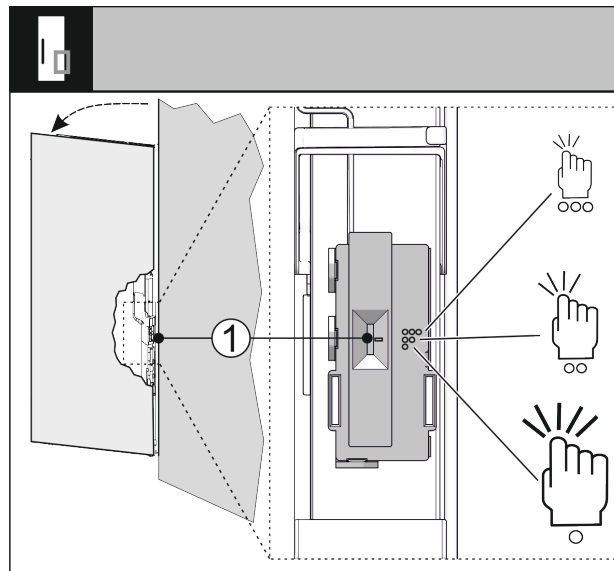

Fig. 34
Czułość czujnika pukania można ustawić przy pomocy przełącznika Fig. 34 (1). Przełącznik znajduje się po stronie zawiasów, w dolnej trzeciej części drzwi.
- ▶ Przełącznik Fig. 34 (1) ustawić w wybranej pozycji przełączania.